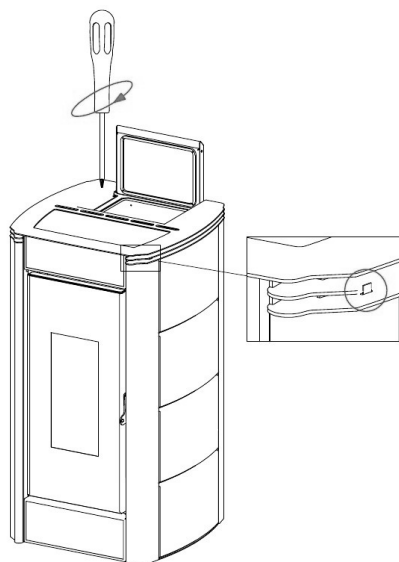

Fig. 37 - Coloque la tapa
- Vuelva a colocar la tapa centrando los dientes correspondientes (ver **Fig. 37**).